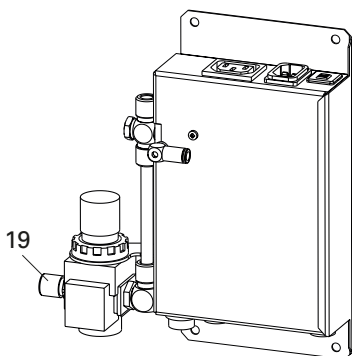

Fig. 8
- Raccordez le clapet pneumatique avec le tuyau d'air comprimé de 6 mm au boîtier électronique (7). Raccourcissez le tuyau à la longueur requise.
- Raccorder un tuyau d'air comprimé de 8 mm à l'alimentation 1 bar (9). La deuxième sortie de la pièce en T doit être obturée à l'aide d'un bouchon si aucun autre boîtier électronique n'est raccordée à ce réseau d'air comprimé.
- L'électronique de commutation AP600-R dispose de son propre détendeur (Fig. 8). Jusqu'à 5 AP600 supplémentaires peuvent être alimentés en se connectant d'un boîtier à l'autre.